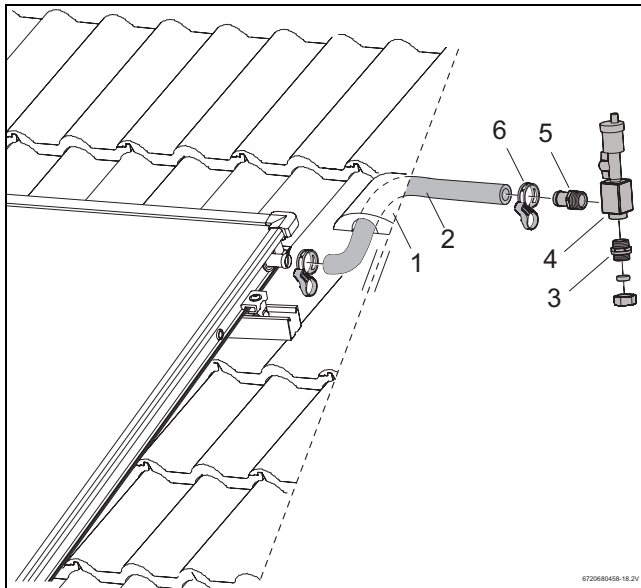

Fig. 51 Montarea furtunului solar la racordul hidraulic de tur
- ▶ Împingeți furtunul solar (1000 mm, Fig. 51, [2]) pe țeava pentru tur a câmpului de panouri și fixați-l cu brida cu bandă elastică.
- ▶ Treceți furtunul solar și cablul senzorului prin țigla de aerisire (Fig. 51, [1]) și prin izolația acoperișului.
- ▶ Înșurubați strâns capătul furtunului R³/₄ cu o-ring (Fig. 51, [5]) și niplul dublu cu o-ring (Fig. 51, [3]) în ventilul aerisitor (Fig. 51, [4]).
- ▶ Împingeți capătul furtunului pe furtunul solar până se oprește și fixați-l cu brida cu bandă elastică (Fig. 51, [6]).
- ▶ Racordați canalul colector la presetupa de fixare (Fig. 51, [3]).